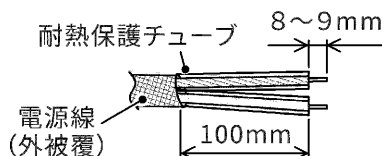

図1 電源線皮むき寸法
- ①付属の耐熱保護チューブの長さに合わせて電源線の外被覆をむいてください。(図1)
- ②電源線の被覆を端子台のストリップゲージに合わせてむいてください。(図1・図2)
- ③電源線に付属の耐熱保護チューブを被せてください。(図1)
- ④電源線を端子台に確実に奥まで差し込んでください。